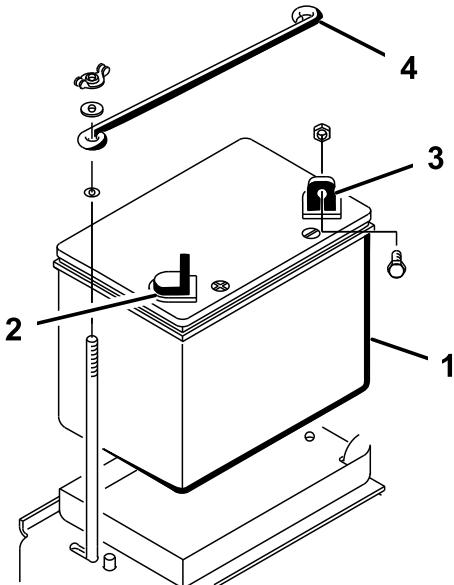

Figura 5
- Coloque la batería en su sitio en la bandeja detrás de la rueda derecha, con el borne negativo hacia la parte trasera de la máquina (Figura 5).